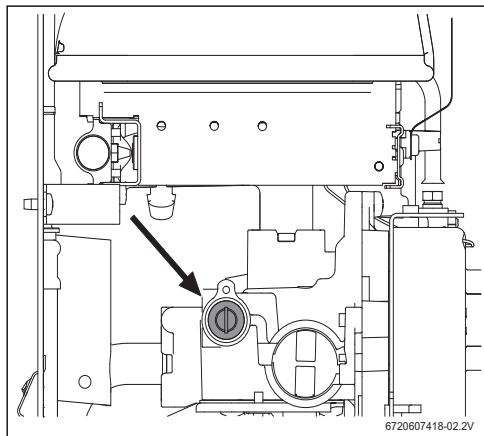

Fig. 14 Parafuso de ajuste de caudal de gás máximo
- ▶ Retirar a selagem do parafuso (Fig. 14).